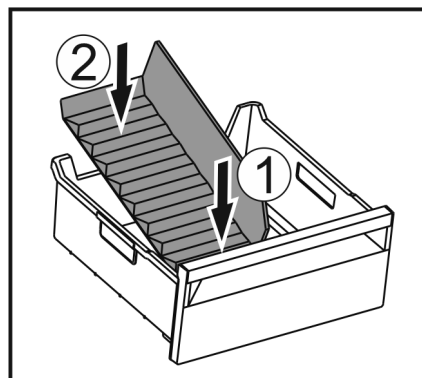

Fig. 232
- ▶ Установите переднюю часть разделителя отделения для льда. Fig. 232 (1)
- ▶ Опустите заднюю часть разделителя отделения для льда на дно выдвижного ящика. Fig. 232 (2)